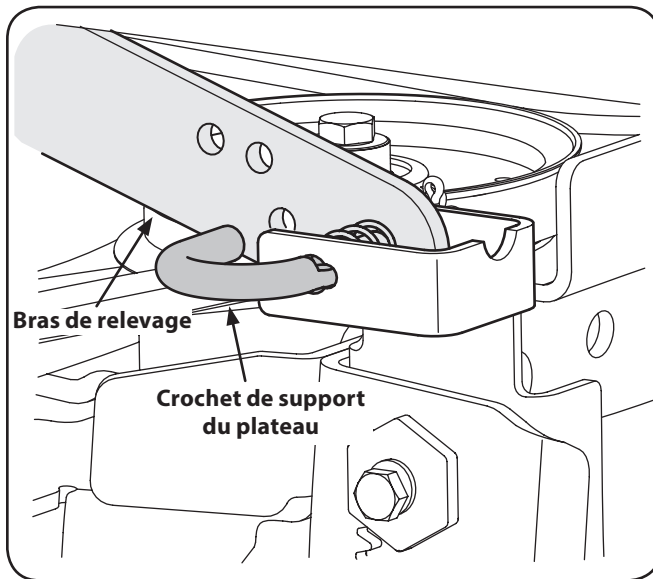

Figure 7-3
- Tirez le crochet de support du plateau vers l'extérieur afin de libérer le plateau de coupe du bras de relevage. Voir Figure 7-3.